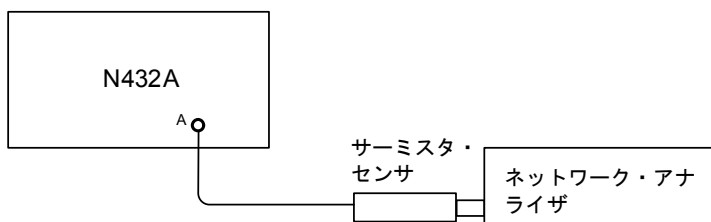

図 2-45 VRC 測定の接続ダイアグラム
- 7 図 2-45 に示すように接続をセットアップします。ネットワーク・アナライザを使用して S_{11} パラメータを測定します。これはサーミスタ・センサの反射係数と等価です。